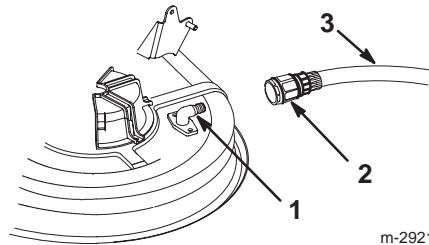

Figure 52
- 5.** Vissez le raccord de lavage (non fourni) à l'embout de lavage du carter de tondeuse, et ouvrez l'eau en grand (Fig. 52).